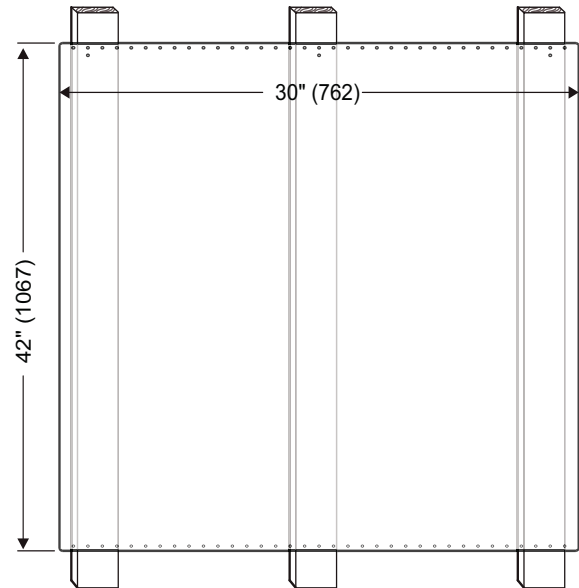

Figura 13: Instalación de la consola trasera
3. Utilice dos de los tornillos proporcionados para fijar las partes inferior y superior de la consola trasera de protección a cada travesaño de pared (vea la Figura 13).